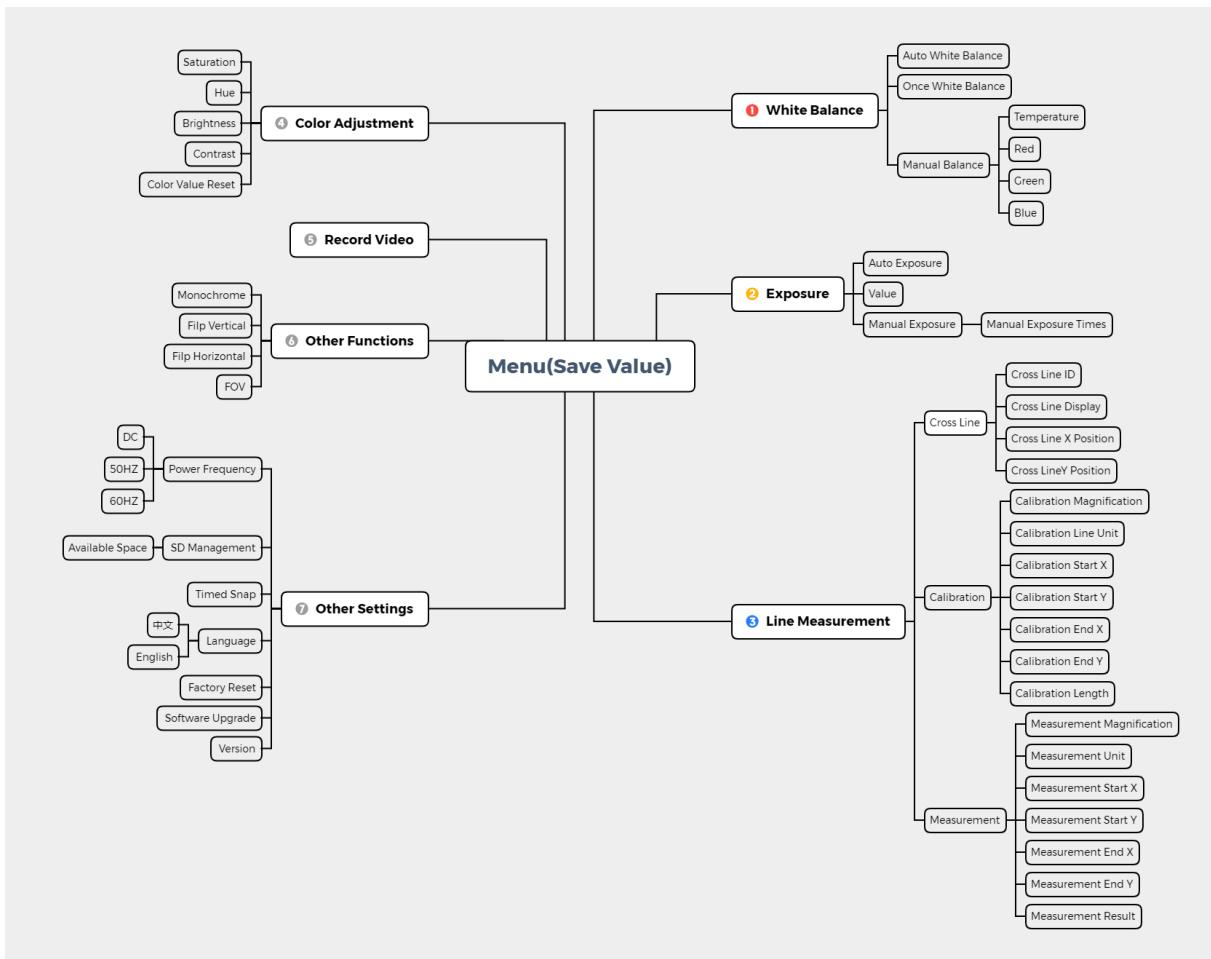

Fig. 23
4. Las funciones específicas de este menú se muestran en la Fig. 23.